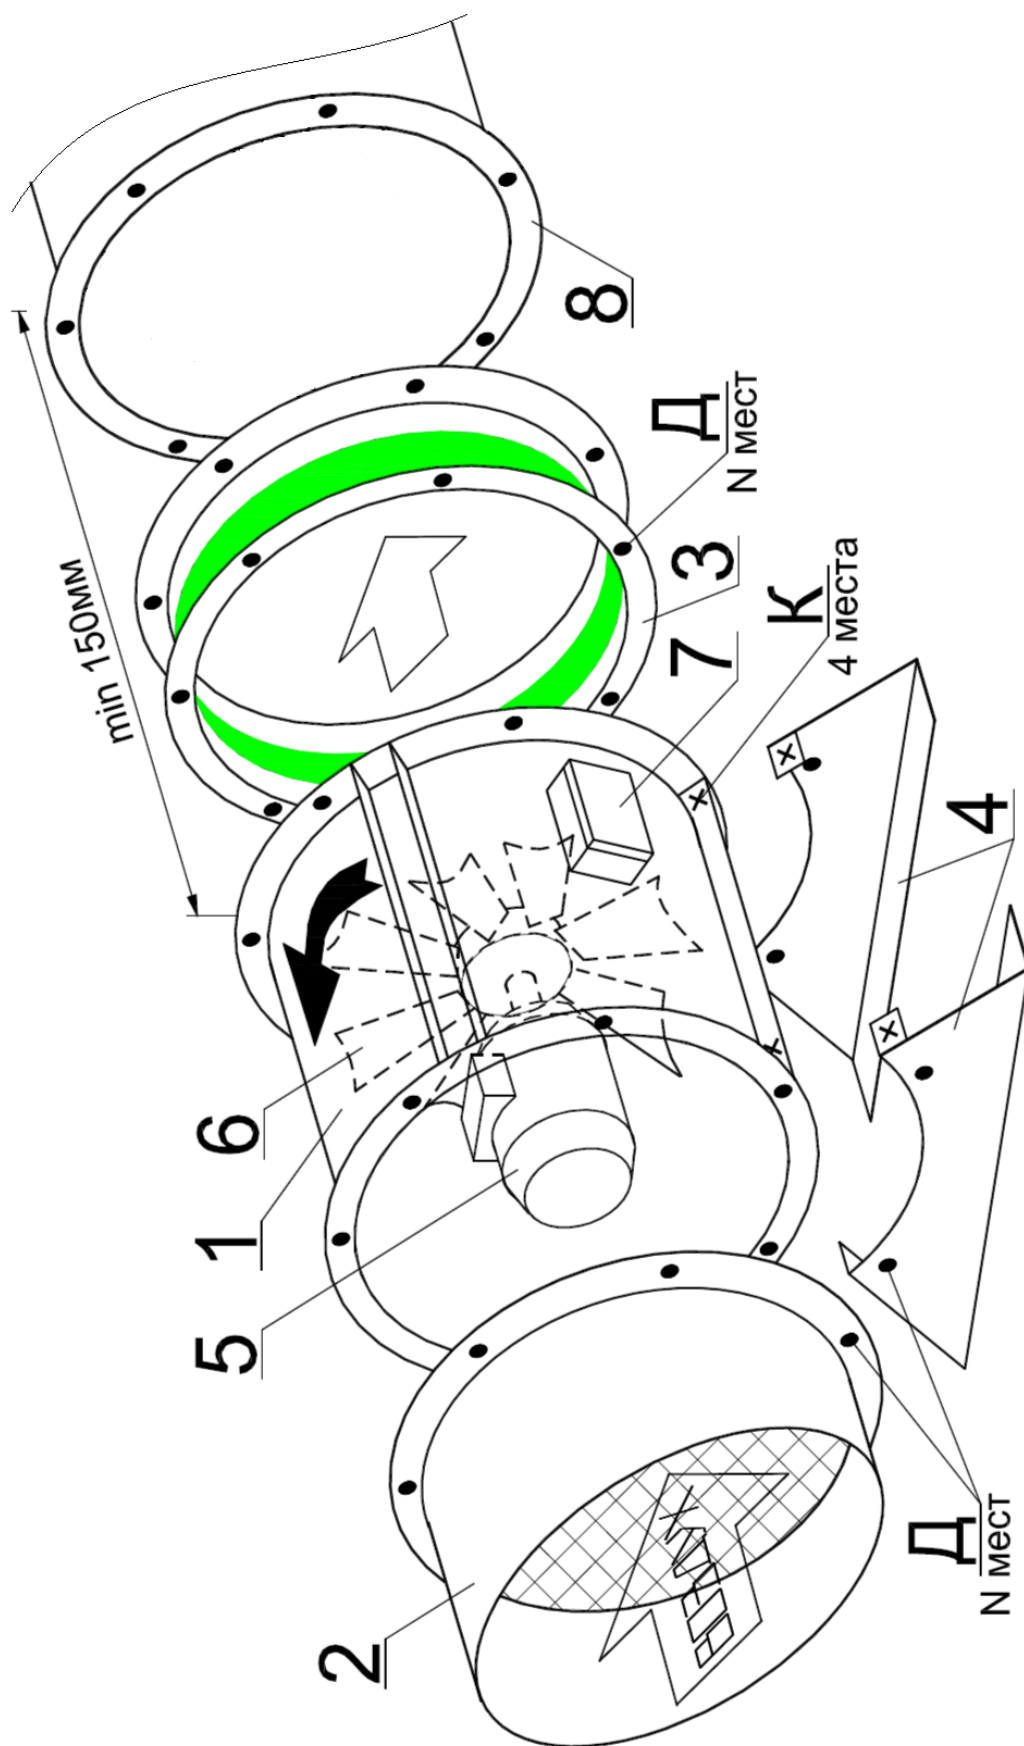

Рисунок 7.2 – Монтажная схема вентиляторов
Опоры (2 одинаковые детали – рис.7.2, поз.4) крепятся к корпусу вентилятора до его установки на месте монтажа.
Примечание: Для удобства ориентации распаячной коробки (рис.7.2, поз.7) допускается располагать опоры на любом из двух противоположных секторов корпуса (поз.1).
1. Установить опоры и закрепить их к ребрам корпуса (рис.7.2, поз. К):
2. Закрепить опоры к фланцам корпуса (рис.7.2, поз. Д):